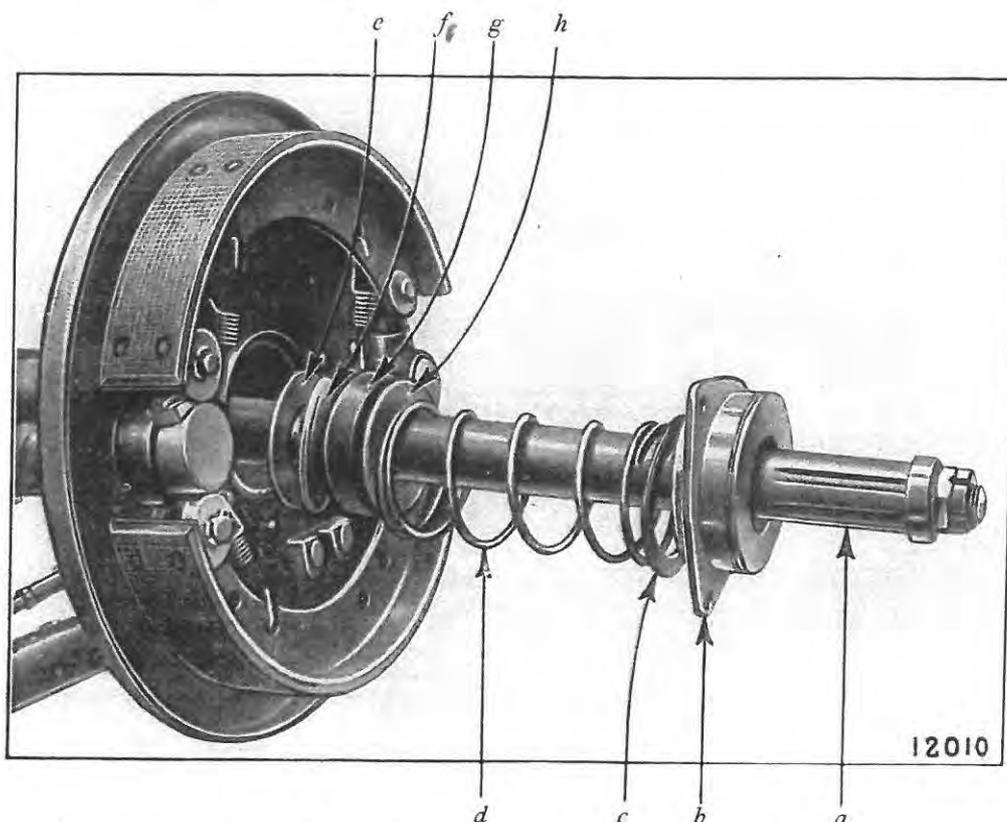

Fig. 66. — Remontage d'un arbre de roue.
- 7. **Mettre en place les arbres de roues (fig. 66).**